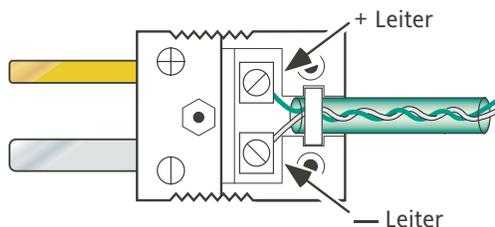

Abbildung 14.2.2a Anschlussdetail (typisch)
1. Verbinden der Wandler Kabel mit dem entsprechenden Steckertyp (Abbildung 14.2.2a) und Einstecken der Stecker in die entsprechenden Buchsen der Externen CJ Einheit.